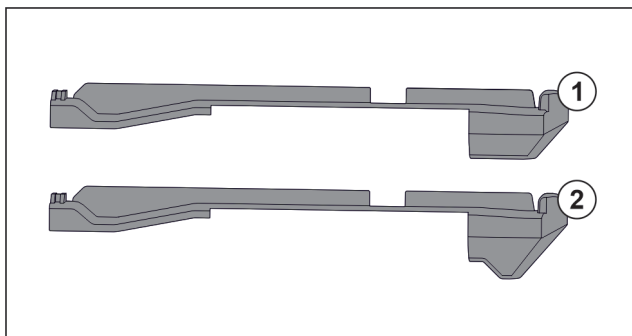

Fig. 59 Сравнение на наставките
В уреда има два вида наставки. Наставката над най-долното чекмедже Fig. 59 (2) има триъгълен ръб. Всички останали наставки Fig. 59 (1) имат прав ръб.
- ▶ Поставете наставката Fig. 59 (2) с триъгълния ръб над най-долното чекмедже.
- ▶ Поставете наставка Fig. 59 (1) с прав ръб на всички останали места.